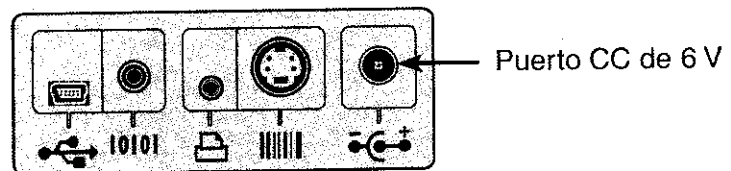

Figura 2-7: Puerto CC de 6 V
1. Conecte la fuente de alimentación a la toma de corriente eléctrica. Inserte la clavija al puerto CC de 6 V situado en la parte trasera del analizador (véase la figura 2-7).